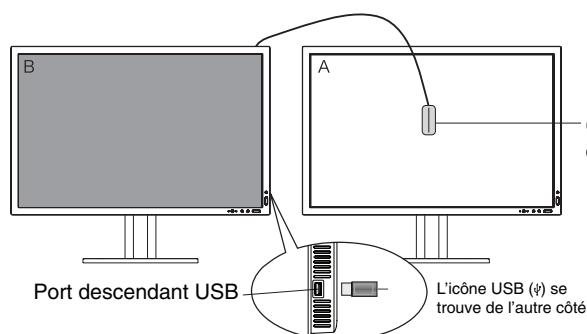

Figure C.1
4. Lors de la procédure, on vous demandera de placer le capteur de couleur USB au centre du panneau d'affichage (**Figure C.4**). Inclinez le panneau d'affichage d'environ 5° vers l'arrière et placez le capteur de couleur USB au centre du panneau d'affichage (**Figure C.1**).